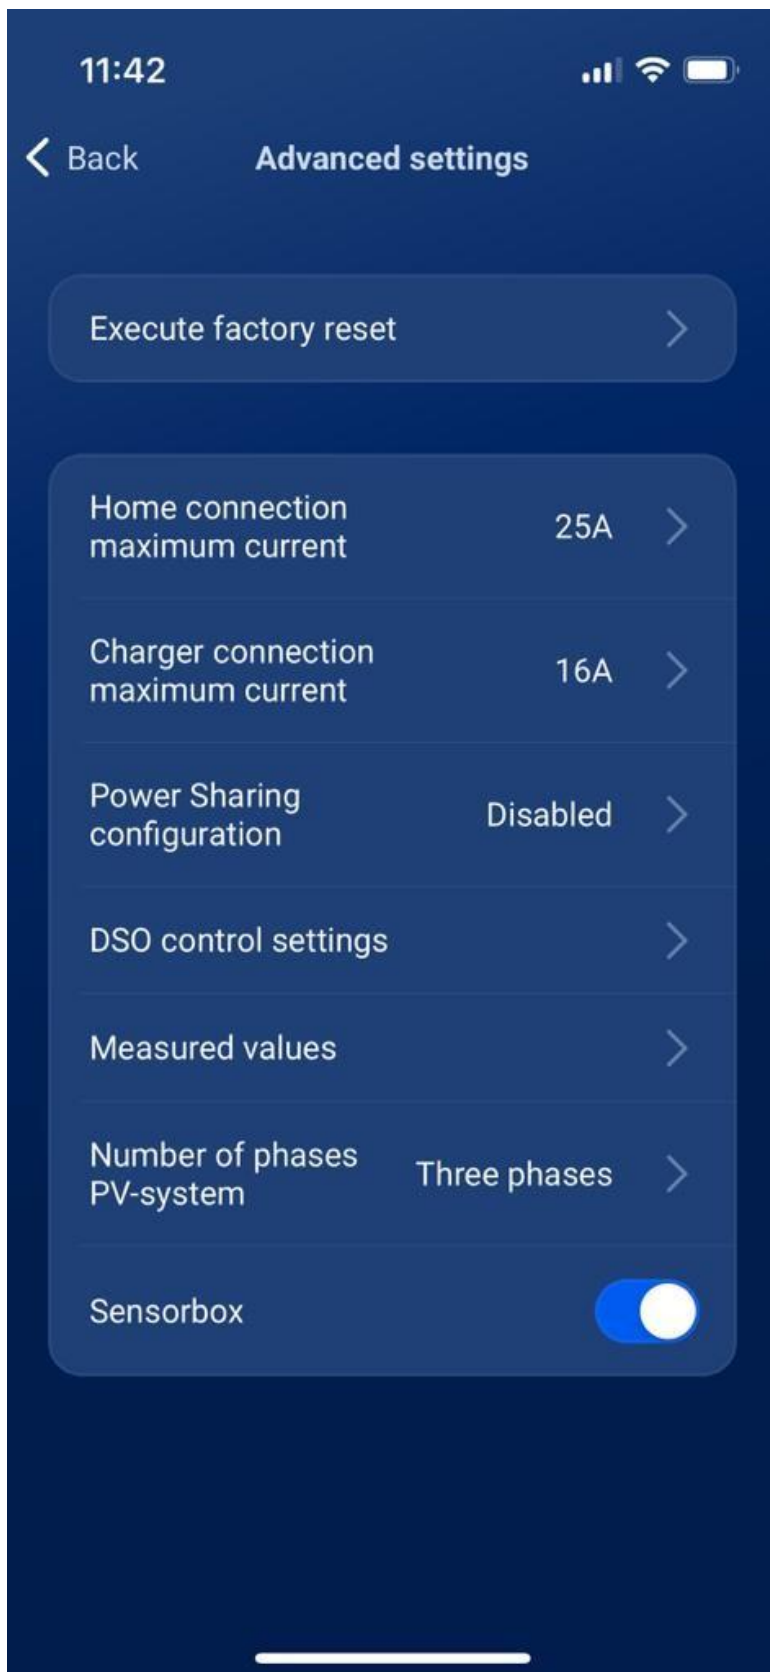

Figure 4 - Advanced settings menu
- Gehen Sie zum Menü „Erweiterte Einstellungen“ und wählen Sie **„Netzbetreiber Schaltkontakt Einstellungen“** (Bild 4 – Menü „Erweiterte Einstellungen“).